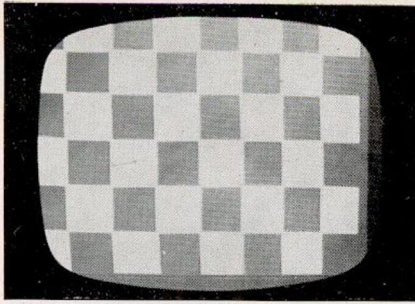

Bild 6: Bild steht nicht in der Mitte
- a) Das Bild steht nicht in der Mitte (Bild 6).